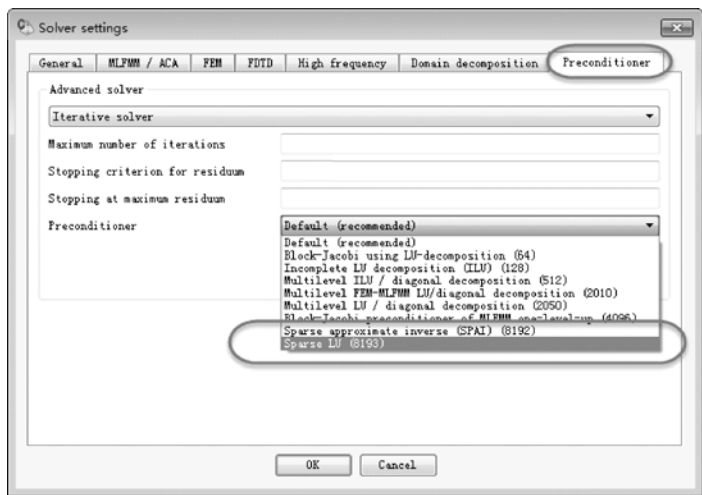

图 4-24 设置 MLFMM 的预条件
- 3) Preconditioner: 可以选择 SuperLU(8193)或 SPAI(8192)，如图 4-24 所示。